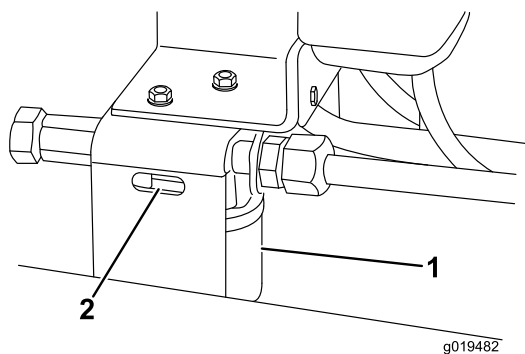

Рисунок 74
2. Очистите область вокруг места крепления фильтра. Поместите сливной поддон под фильтр, а затем снимите фильтр (Рисунок 74).